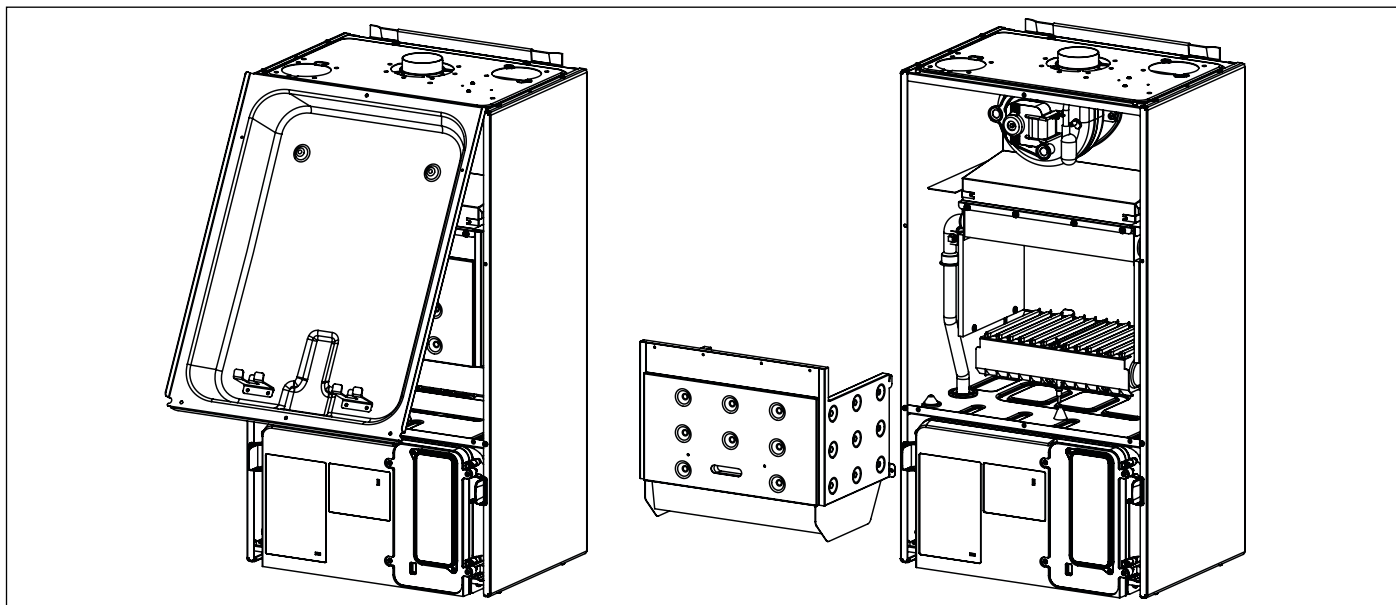

Рис. 38 Демонтаж камери згоряння
- Зняти передню панель котла (дивись Рис. 38 Демонтаж камери згоряння).